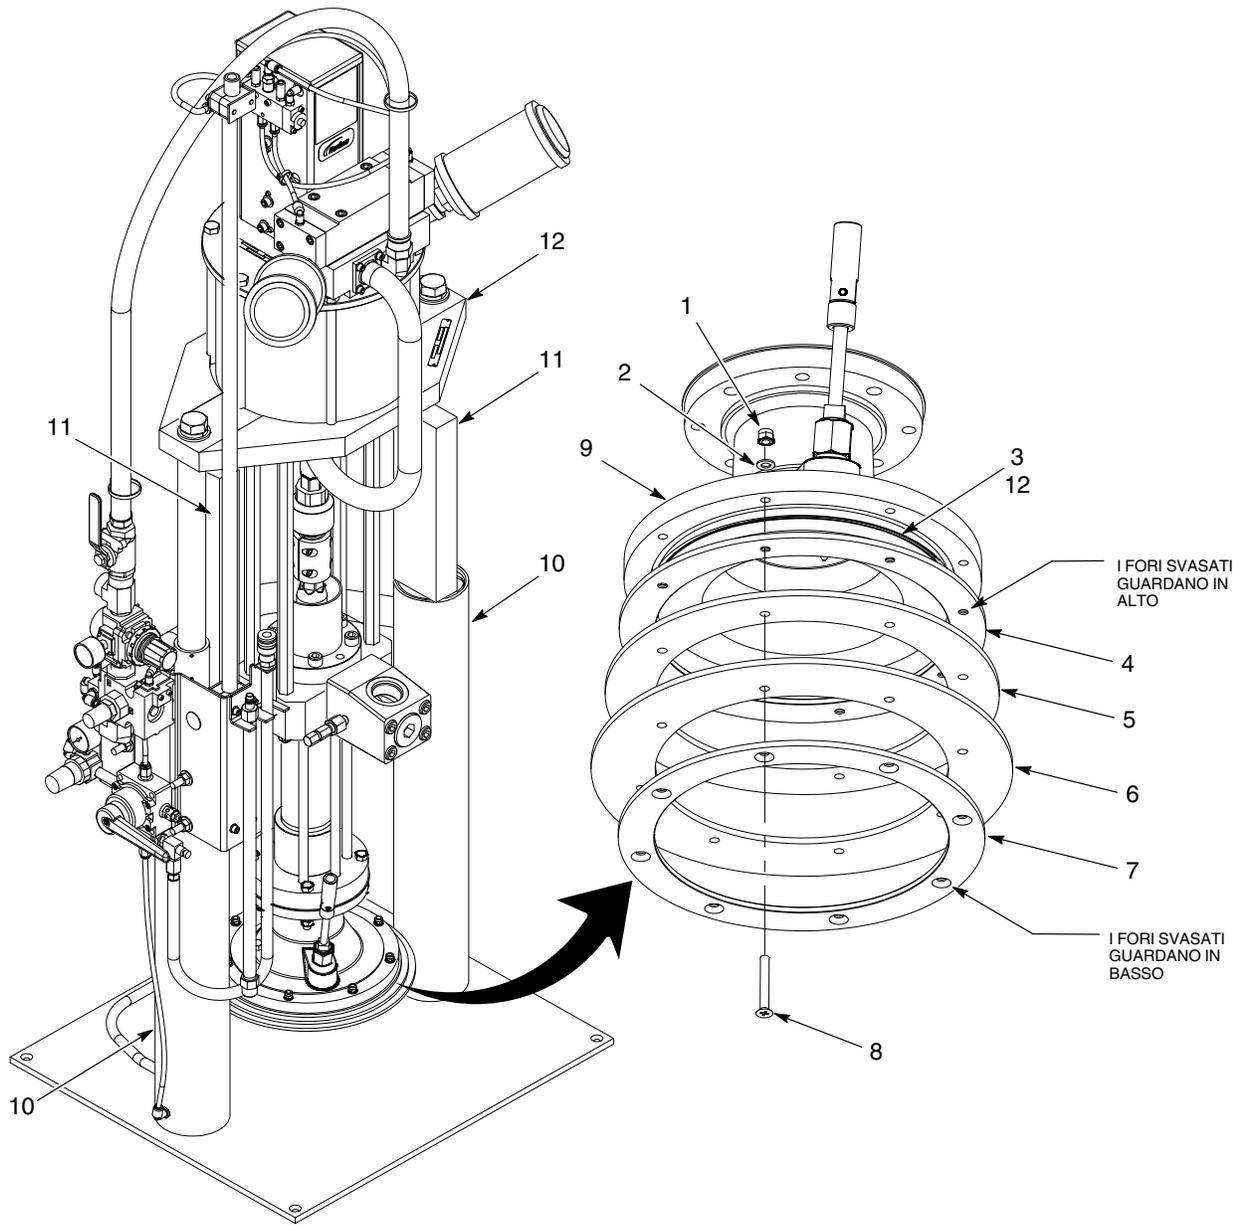

Figura 3 Tipica sostituzione del raschiatore
2. Vedi figura 3. Inserire i blocchi di supporto (11) tra la copertura inferiore del motore ad aria (12) e la cima dei due cilindri pneumatici (10).
3. Togliere le viti (8), le rondelle (2) e i dadi di bloccaggio (1) dal modulo pressatore (9). Rimuovere i pezzi dal modulo pressatore:
- anello di ritenuta (5)
- anello raschiatore (6)
- O-ring (3)